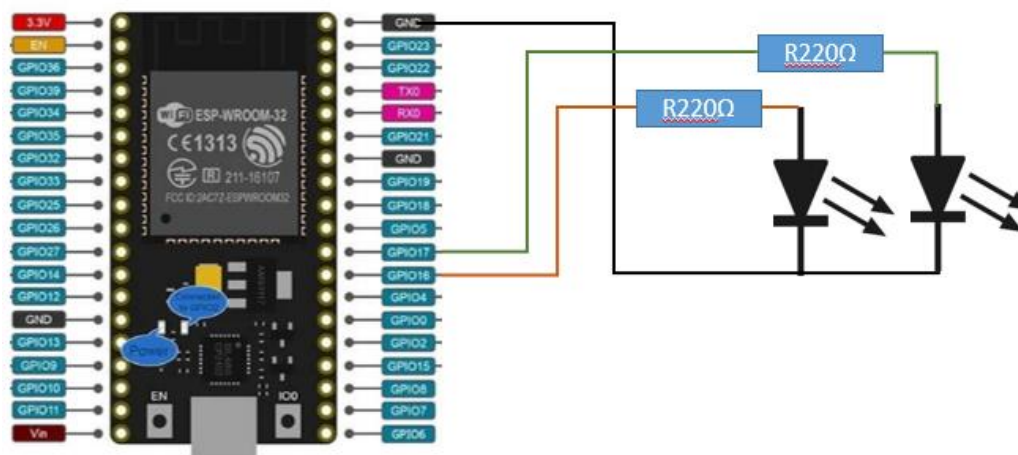

Ilustración 5.2 – Diagrama a implementar
5.1 Implementar el circuito del diagrama que se muestra en la *Ilustración 5.2*